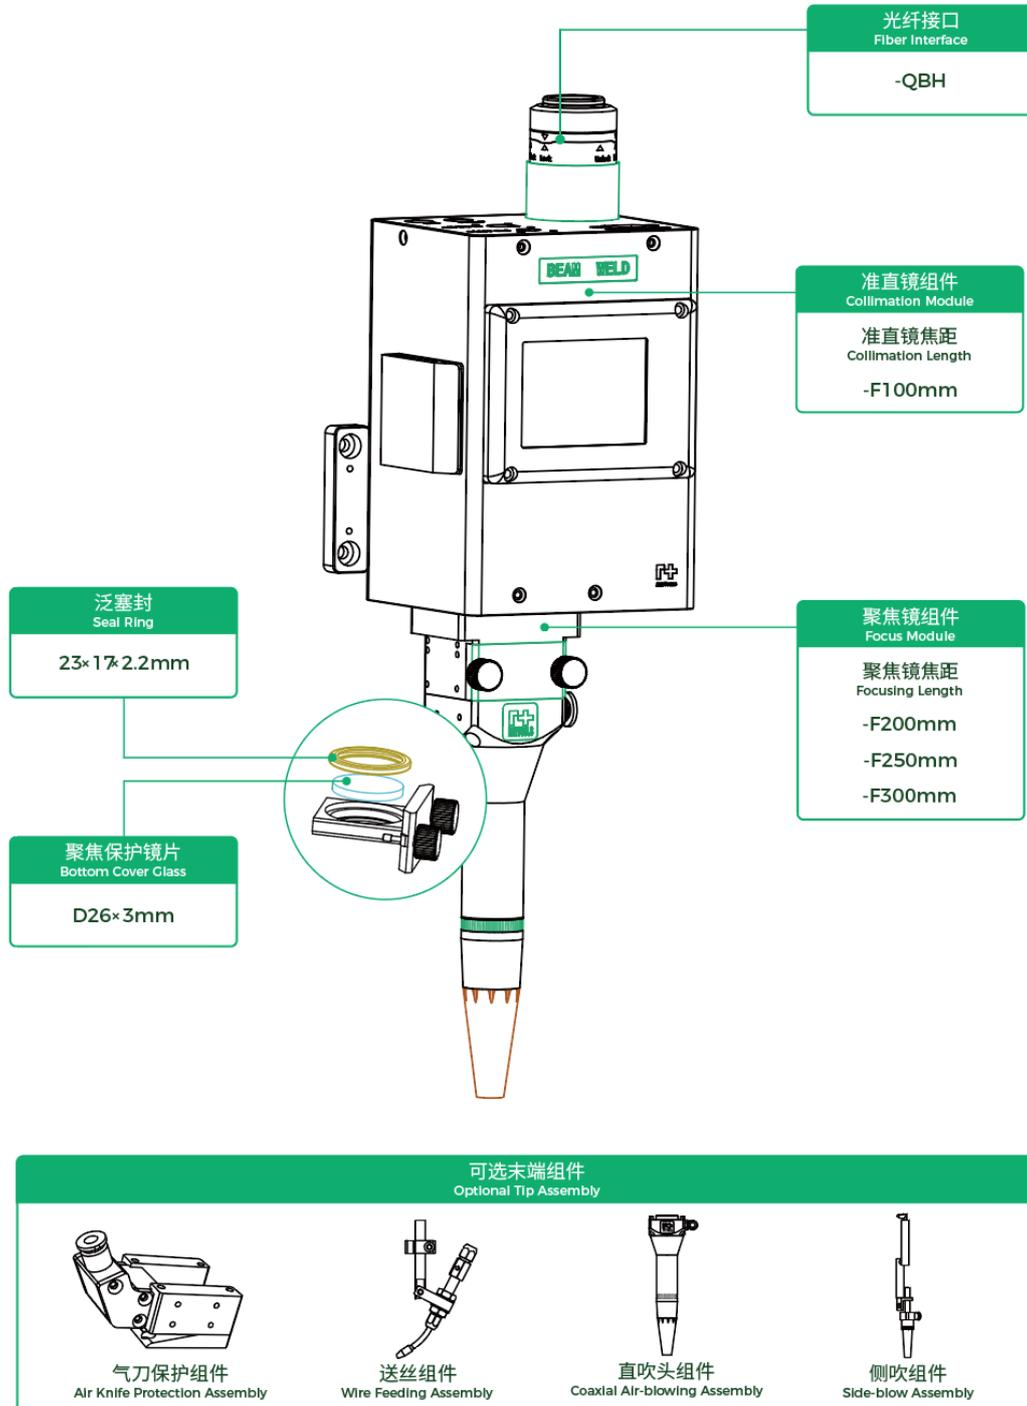

图 4.1
1. 如图 4.1，保护镜片在每天初次使用前进行定期检查是否脏污，如脏污则进行清洁或者更换；使用过程中功率减弱，或者效果不佳时，检查两个保护镜片是否脏污、损坏等，再进行清洁或者更换。